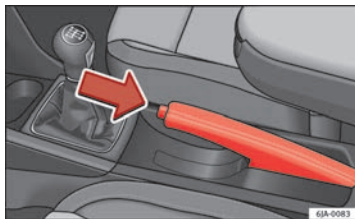

Fig. 103 Consola central: travão de mão
- Puxe ligeiramente a alavanca e, **ao mesmo tempo**, pressione o botão de libertação ⇒ Fig. 103.